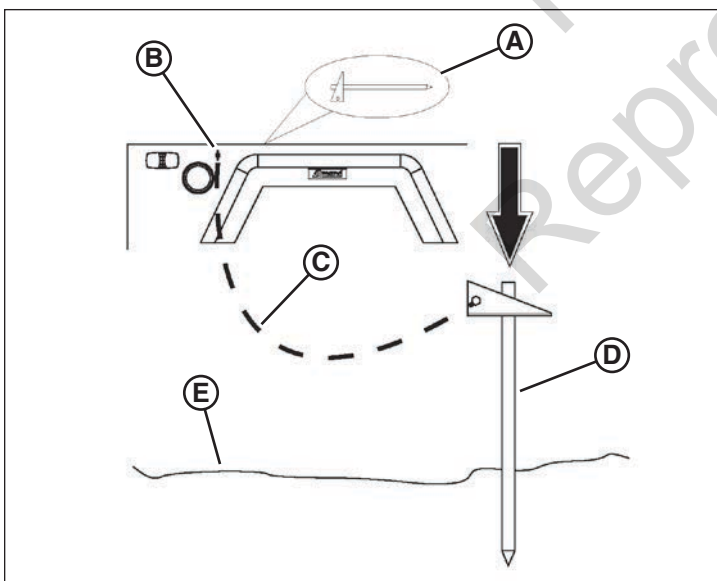

Рисунок 20
Извлеките заземляющий стержень (D, рис. 20) из места хранения внутри левой панели (A). Полностью вбейте заземляющий стержень в землю (E) с помощью молотка. Присоедините прилагаемый кабель (C) к стержню, затем присоедините кабель к заземляющей клемме (B) на устройстве. Убедитесь, что кабельные соединения затянуты.